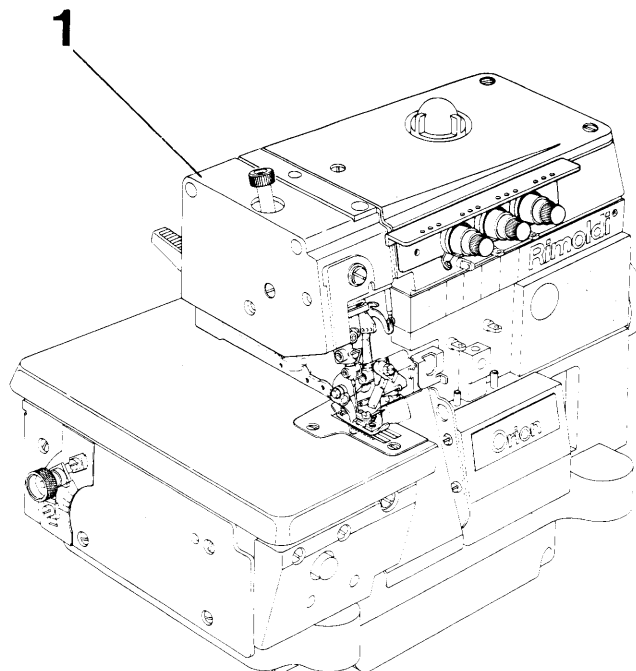

FIG. 2
- togliere il carter copertura cinematismo barra ago rif. 1- fig.2
- togliere il carter copertura cinematismo barra ago rif. 1-fig.2